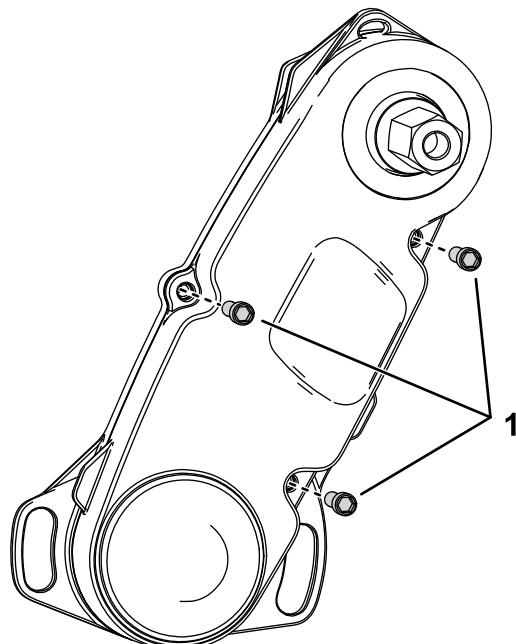

Bild 6
10. Montieren Sie die vordere Abdeckung mit den Schrauben, die Sie in Schritt 5 entfernt haben, am Spindelantrieb (Bild 6).